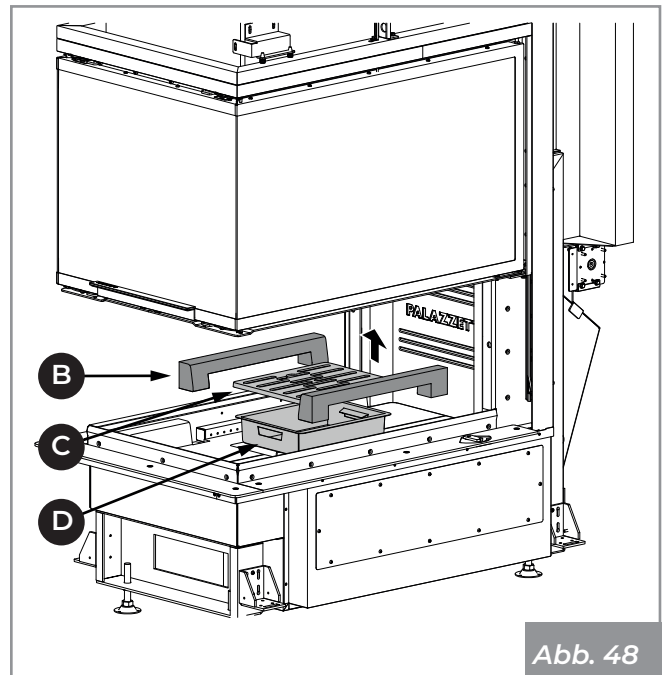

Abb. 48
- 2) Die Deflektoren der Verbrennungsluft (B), das Gitter (C) und die Aschelade (D) (Abb. 48) anheben und herausziehen.